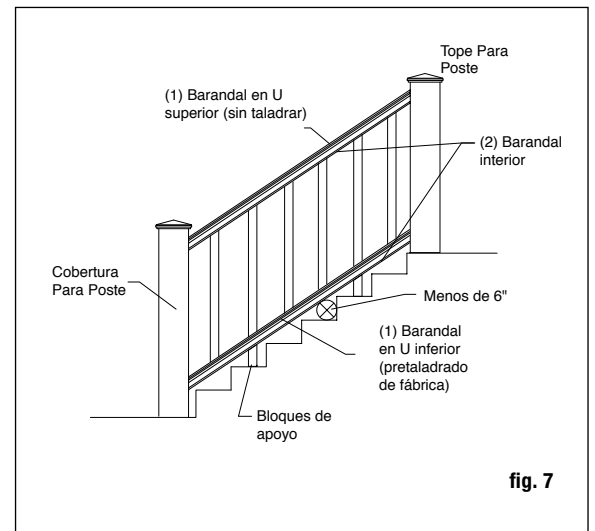

fig. 7
Paso 6 Arme el barandal inferior interior y el conjunto de bloque de apoyo. Posicione el barandal inferior entre los postes. Verifique los requisitos del código de construcción para ver el máximo espaciamiento en una escalera, que generalmente es menor a 6". Una bola de 6" no puede pasar a través del triángulo formado por el barandal inferior, el travesaño y la contrahuella (fig. 7). Se requiere un bloque de apoyo centrado cada 2 pies. Recorte los bloques de apoyo a la altura deseada y pretaladre agujeros de 1/8" en los lugares apropiados. Los agujeros deben estar centrados en el barandal interior para que los bloques de apoyo encajen apropiadamente. Usando los conectores de los bloques de apoyo, sujete los bloques de apoyo a la cara inferior del barandal interior.